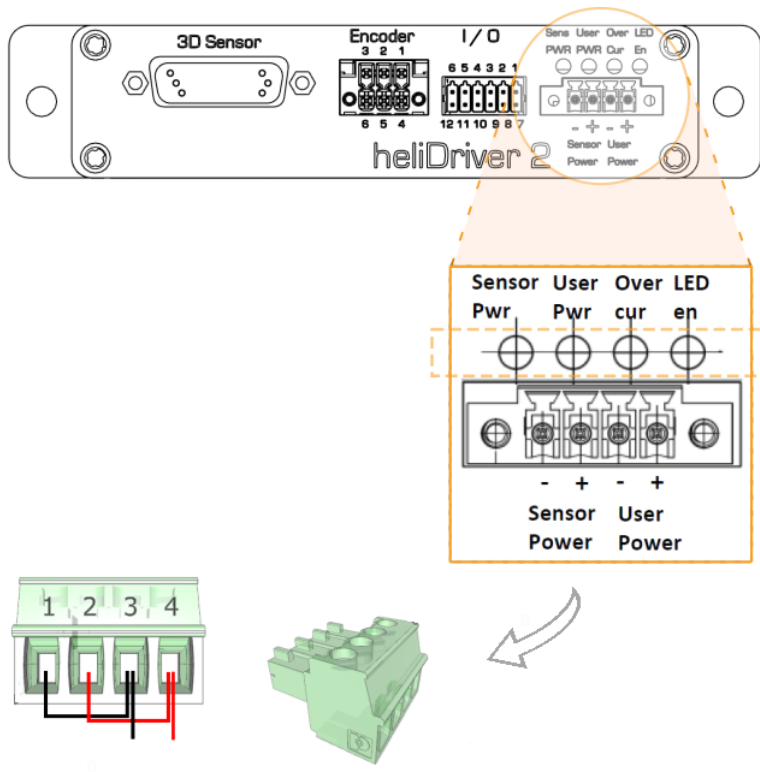

図 9: 推奨される配線
- a. 24 V DC 電圧供給を確認します。(» 図 9)